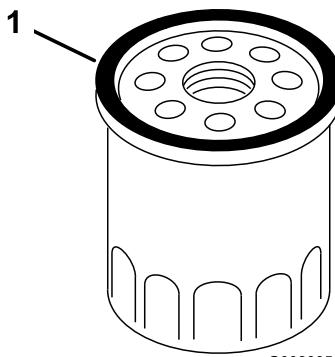

Figura 26
4. Usando el dedo, unte la junta del filtro nuevo con aceite (Figura 26).